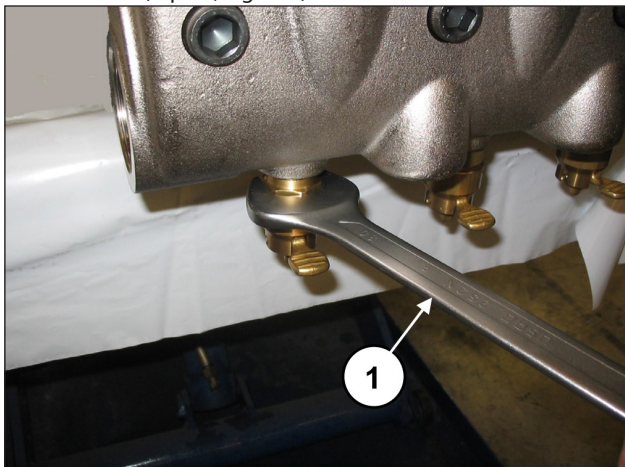

Fig. 103
Dévisser le dispositif d'ouverture des soupapes à l'aide d'une clé de 30 mm (rep. ①, Fig. 103).